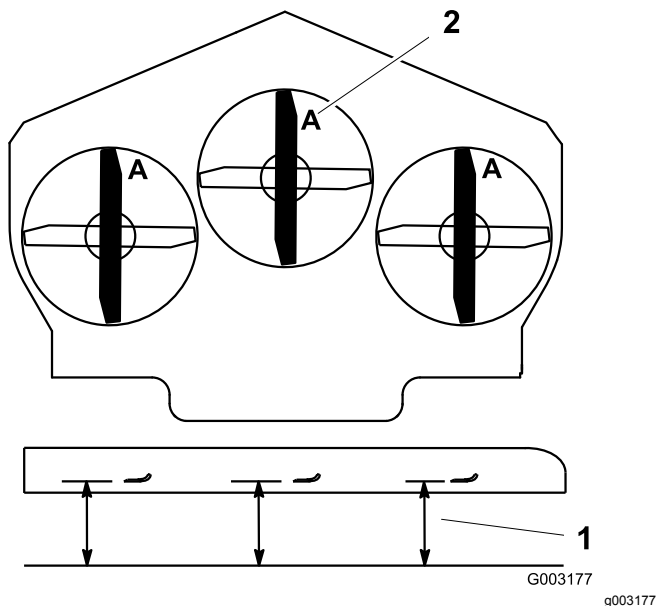

**Figura 108**
- Inspecione as extremidades de corte (Figura 108).
- Se verificar quaisquer fissuras, desgaste, ou a formação de ranhuras nesta área instale imediatamente uma lâmina nova (Figura 108).